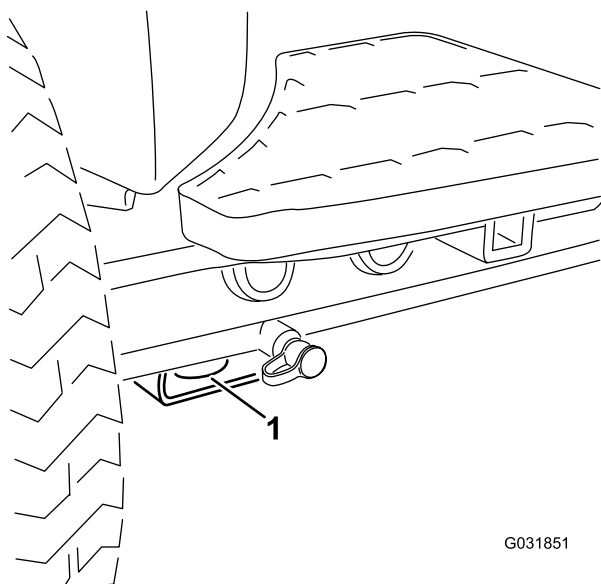

Figure 32
- Avant – trou du patin rectangulaire, sous le tube d'essieu, à l'intérieur de chaque roue avant (Figure 32)